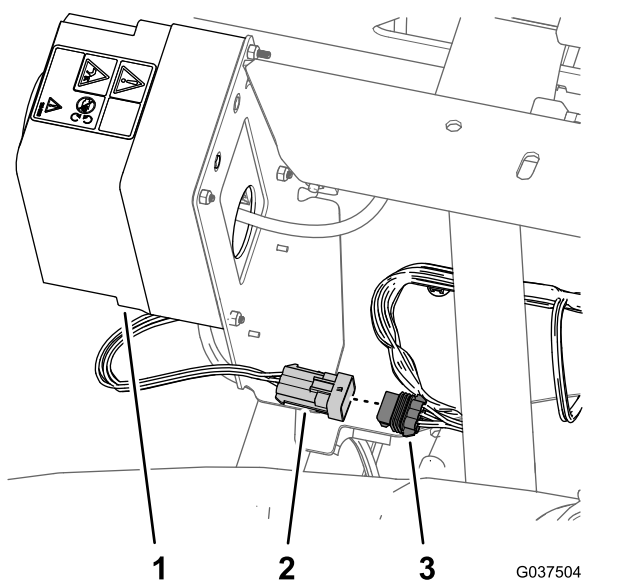

Figura 5
1. Na traseira do depósito do pulverizador, localize a cablagem do kit da pistola de pulverização ou do kit de cilindro de tubagem elétrico (Figura 5).
2. Desligue o conector de seis pinos da cablagem do kit da pistola de pulverização ou kit de cilindro de tubagem elétrico da cablagem traseira de seis tomadas (Figura 5).